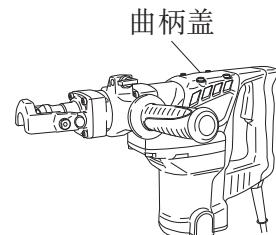

图 18
- (1) 取下曲轴罩并除净里面的润滑油。(图 18)
- (2) 向曲轴壳内注入 30 克日立电锤润滑油 A